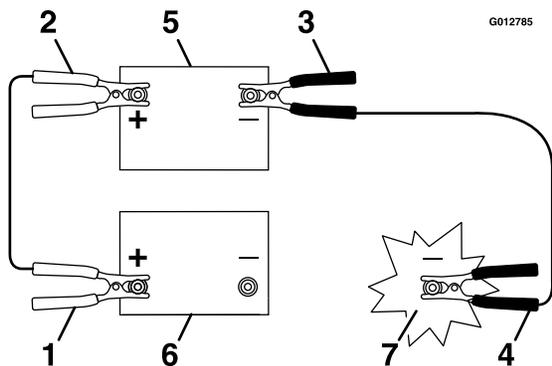

Figure 61
3. Connectez le câble positif (+) à la borne positive (+) de la batterie à plat qui est reliée au démarreur ou au solénoïde, comme illustré à la Figure 61.